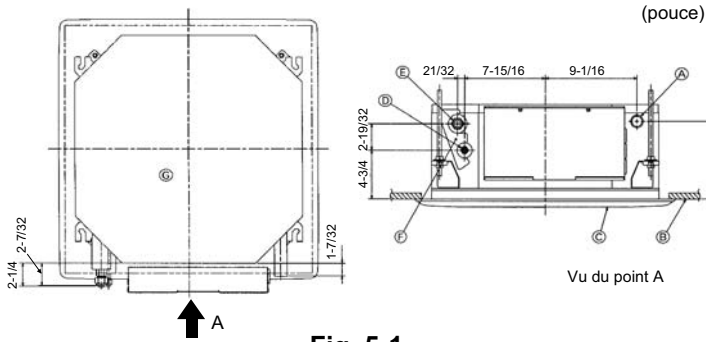
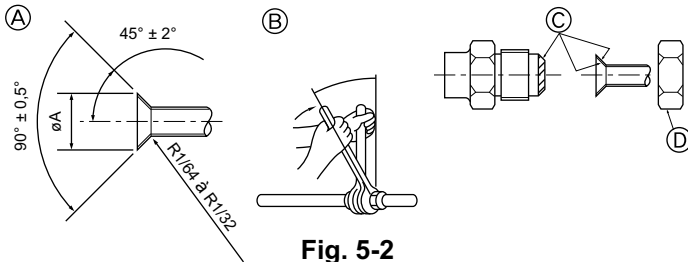

Fig. 5-1
Fig. 5-2
5.1. Emplacement des tuyaux de réfrigérant et d'écoulement de l'appareil intérieur (Fig. 5-1)
- (A) Tuyau d'évacuation
- (B) Plafond
- (C) Grille
- (D) Tuyau de réfrigérant (liquide)
- (E) Tuyau de réfrigérant (gaz)
- (F) Arrivée d'eau
- (G) Appareil principal
5.2. Connexion des tuyaux (Fig. 5-2)